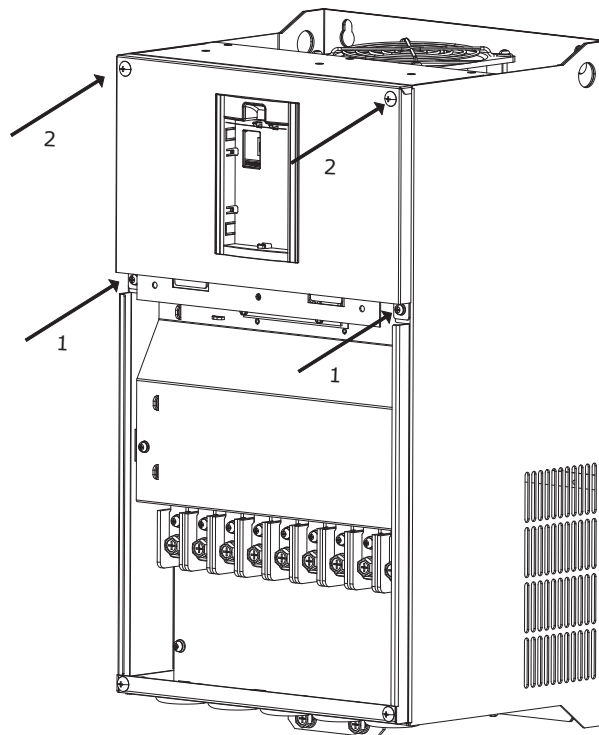

Рисунок 2.13 – Установка верхней крышки
- установить верхнюю крышку в монтажный паз и зафиксировать четырьмя невыпадающими винтами (см. рисунок 2.13, поз. 1, 2) с помощью крестовой отвертки;